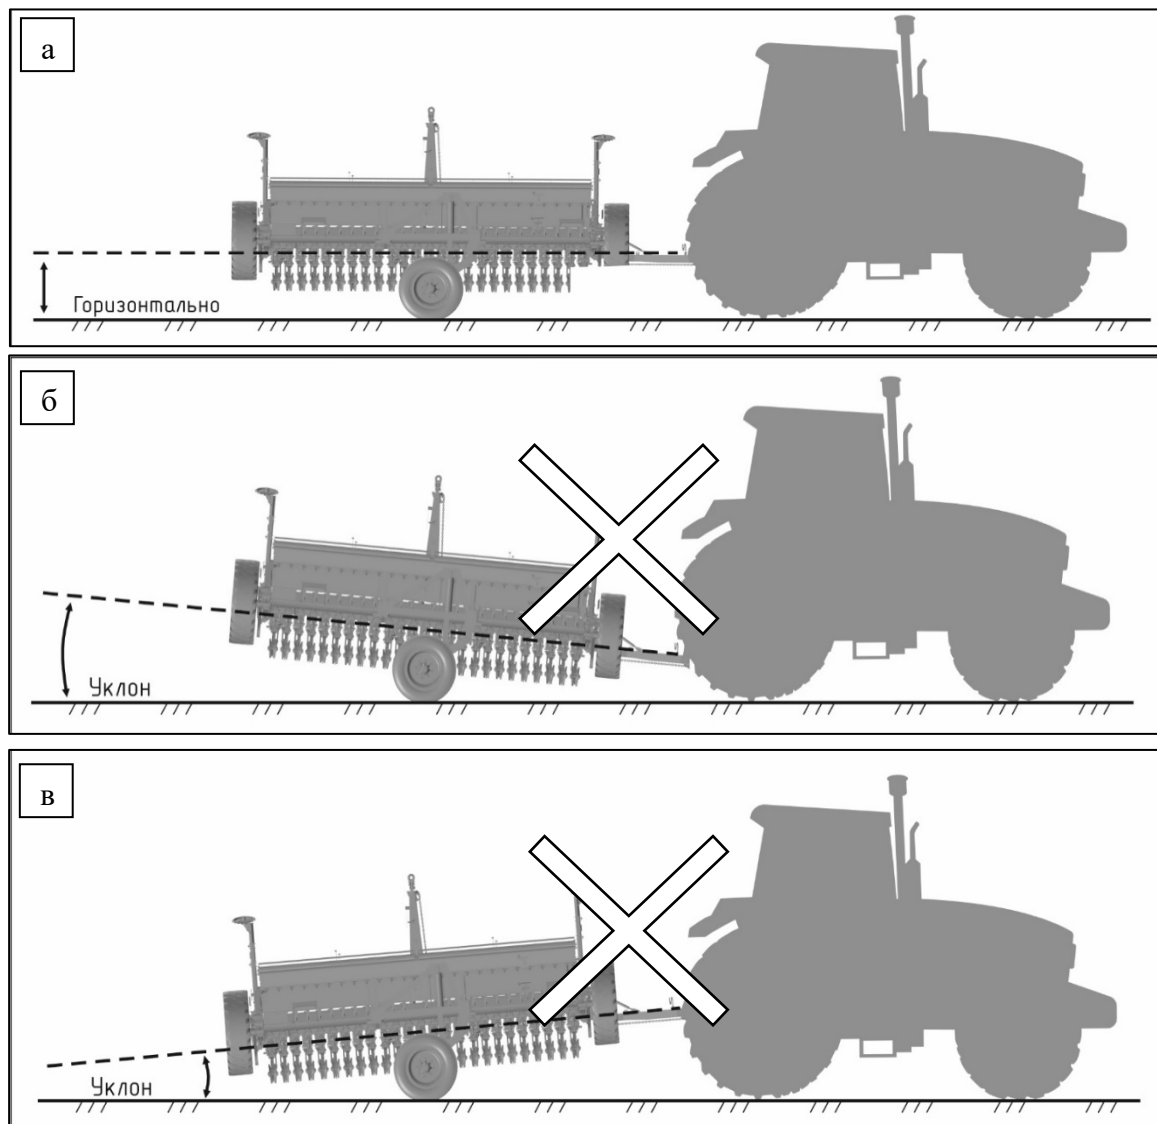

Рисунок 18 – Выравнивание сеялки
12. Выставить сеялку параллельно поверхности земли. Правильное положение сеялки показано на рисунке 18 а. Транспортировка сеялки под уклоном не допускается, рис. 18 б, рис. 18 в.